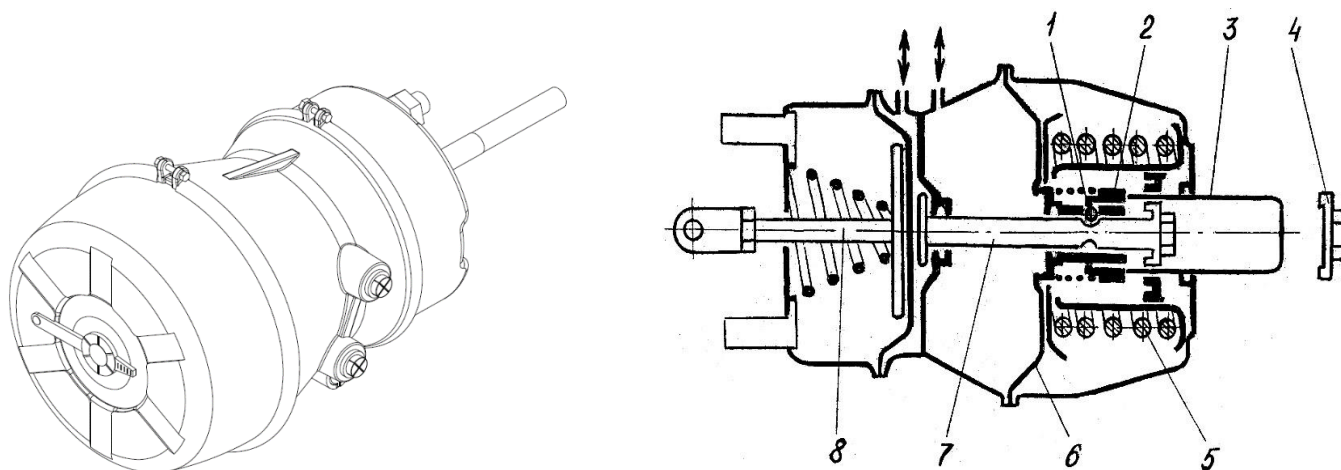

Рис. 1.13 – Тормозная камера с энергоаккумулятором
Тормозная камера с пружинным энергоаккумулятором (18) (рис. 1.13) предназначена для приведения в действие тормозных механизмов второй и третьей осей (для типа 928010) или второй, третьей и четвертой осей (для типа 928111) при включении рабочего и стояночного тормозов. Состоит из двух основных частей - силовой части (тормозной камеры) и пружинного энергоаккумулятора. Силовая часть работает независимо от пружинного энергоаккумулятора.